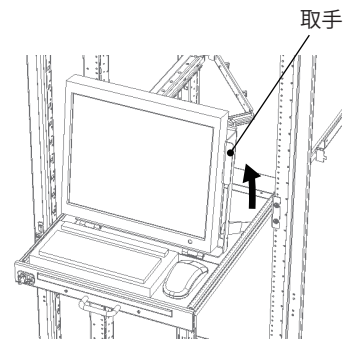

図 14
3. ディスプレイ収納台の取手を持ち、適切な角度まで引上げてください。(図 14)